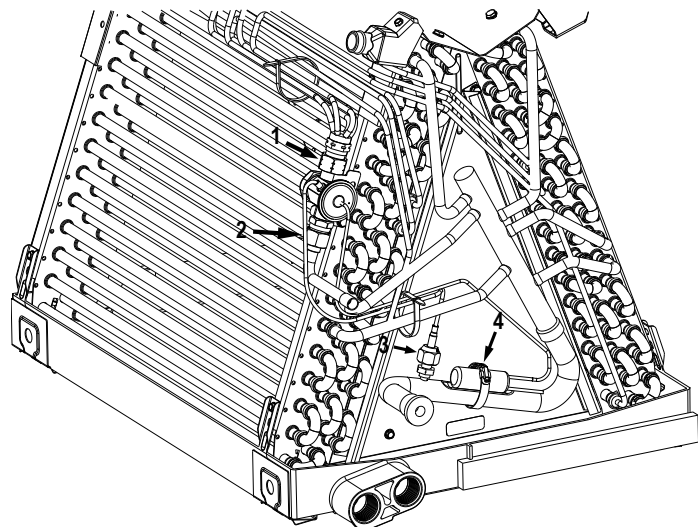

Fig. 16: Extracción mecánica de la VET
**NOTA:** Para el elemento n.º 1 (Fig. 16): Utilice una llave ajustable con una llave ajustable de respaldo para aflojar la tuerca de bronce (salida de la VET). A continuación, utilice ambas llaves para aflojar el elemento n.º 2 (entrada de la VET).